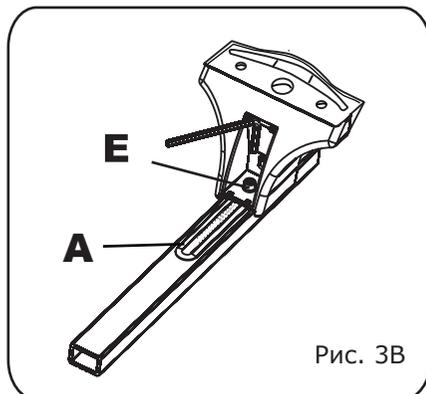

Рис. 3В
5. Соедините опору багажника с заранее подготовленной (см п. 1, п. 2 на стр. 1), поперечиной (см. рис. 3А) так, чтобы закладная гайка (D) оказалась внутри поперечины. Сдвигайте опору до тех пор, пока она не коснется линейки (А) (см. рис.3В). Г-образным ключом затяните винт (Е).